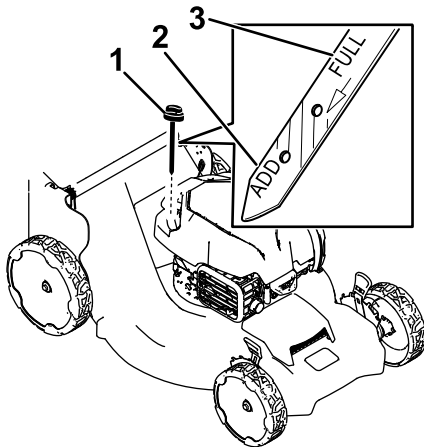

Bild 24
3. Entfernen Sie den Peilstab, indem Sie den Deckel nach links drehen und herausziehen (Bild 24).
4. Kippen Sie die Maschine seitlich (Luftfilter nach oben), um das Altöl aus dem Öleinfüllstutzen abzulassen (Bild 24).